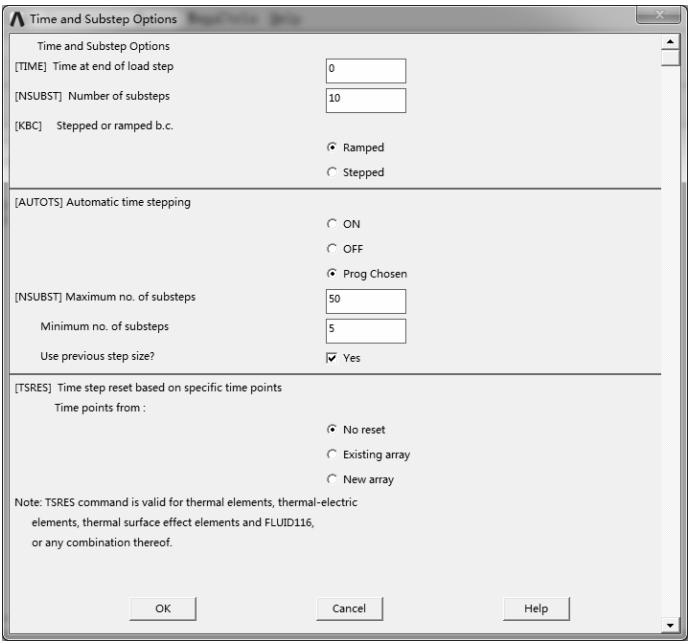

图 9-66 “Time and Substep Options”对话框
- 1) 选择“Main Menu>Solution>Load Step Opts>Time/Frequenc>Time and Substps”命令，弹出“Time and Substep Options”对话框，在“Number of substeps”文本框中输入 10，在“Maximum no. of substeps”文本框中输入 50，在“Minmum no. of substeps”文本框中输入 5，单击“OK”按钮完成，如图 9-66 所示。